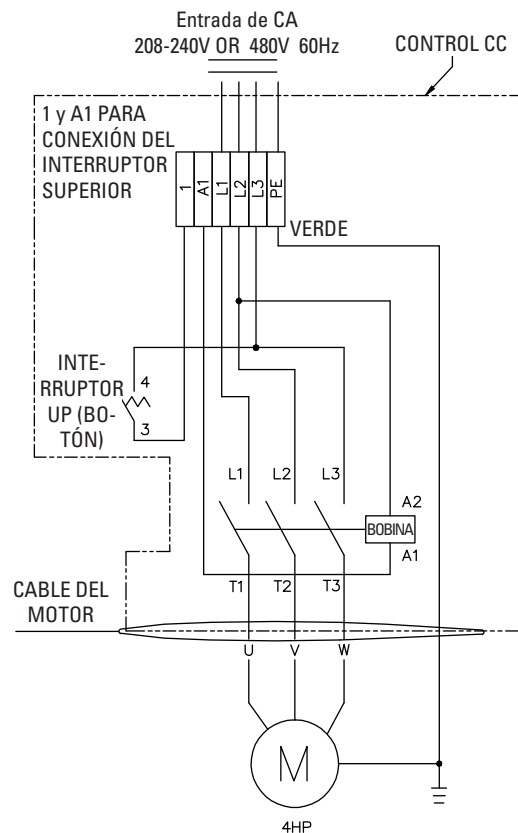

Fig. 22b
IMPORTANTE: Utilice circuitos separados para cada unidad de alimentación. Proteja cada circuito con fusibles de acción retardada o interruptores automáticos. Para sistemas monofásicos de 208-230V, utilice fusibles de 20 amp. Para sistemas trifásicos de 208-240V, utilice fusibles de 20 amp. Para sistemas trifásicos de 400 V y más, utilice fusibles de 10 A. Para el cableado, consulte la Fig. 21, Fig. 22, y Fig. 22b. Todo el cableado debe cumplir con el NEC y con los códigos locales.
17. Interruptor superior: Revise el ensamblaje del interruptor superior para asegurar que la barra del interruptor esté presionando el émbolo del interruptor suficientemente para activar el interruptor. El interruptor superior está cableado normalmente abierto, vea la Fig 21, Fig. 22 y fig. 22b. El elevador no funcionará hasta que el peso de la barra del interruptor presione el émbolo del interruptor. Compruebe que la Unidad de Energía deje de trabajar cuando la barra del interruptor esté levantada, y reinicie cuando la barra sea liberada.